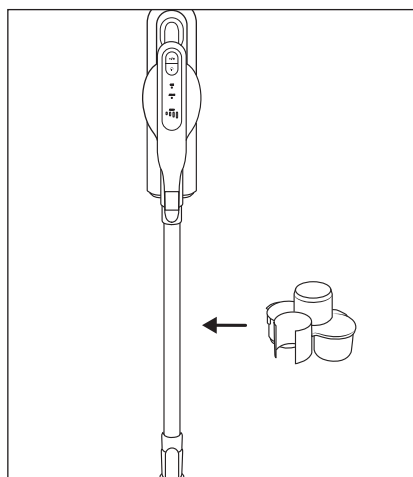

Fig. 19
- Fastgør holderen til tilbehør **17** på sugerøret **24** (se fig. 19).